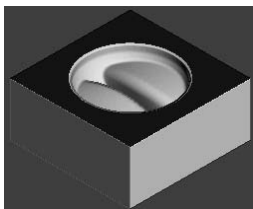

图 3-111 仿真加工结果
2) 在“仿真”工具栏的“当前刀具路径”下拉列表中选择要模拟的刀具路径 finish1，然后单击“执行”按钮，系统开始自动仿真加工，仿真加工结果如图 3-111 所示。